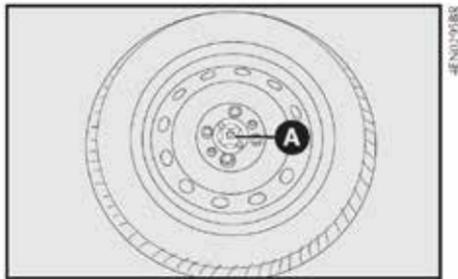

fig. 13
14) Coloque la rueda pinchada en el alojamiento de la rueda fig. 13, fijándola con el seguro A-fig. 13.